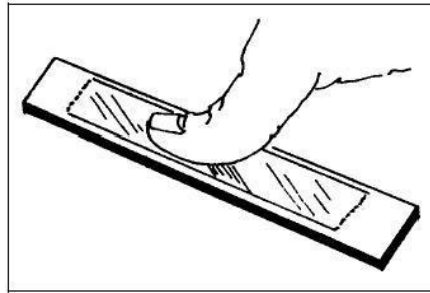

Figura D.7 Aplicación de presión.
f) Aplicación de presión. Inmediatamente después de la acción deslizante, ya con la galga en su posición y alineación correctas, se aplica una presión firme con el dedo pulgar sobre la galga y terminal (véase Figura D.7). Esta presión se debe ejercer por lo menos por espacio de un minuto. En condiciones de humedad baja (menos de 30% de HR) o en temperaturas menores a 20°C la presión debe extenderse a varios minutos, dependiendo de las condiciones. Cuando se tienen galgas de tamaño grande o superficies no uniformes puede requerirse de un dispositivo mecánico para aplicar la presión, por lo que también se requiere aplicar presión por más tiempo. El calor del dedo humano ayuda